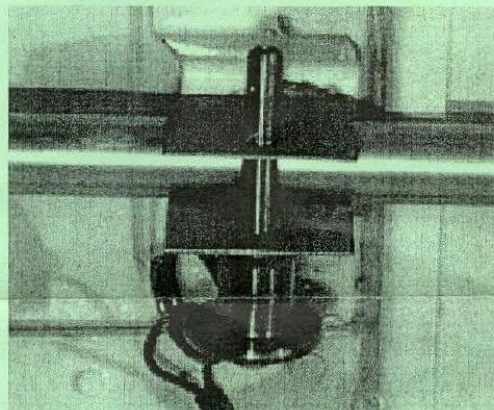

Figure 4. Goupille du verrou secondaire bien installée, capotage du noyau central en position ouverte
2. la goupille du verrou secondaire du support est bien orientée, comme l'illustre la figure 4.
Il importe de remarquer que la goupille du verrou secondaire est inversée (pointe vers le haut), comme l'illustre la figure 4, lorsque le capotage du noyau central est ouvert, comme c'est habituellement le cas pendant les activités de maintenance, mais qu'elle est à l'endroit (pointe vers le bas), lorsque le capotage principal est fermé. Le MMA, lequel était erroné avant la RT 71-137, a été corrigé afin de préciser ce fait important concernant la goupille.